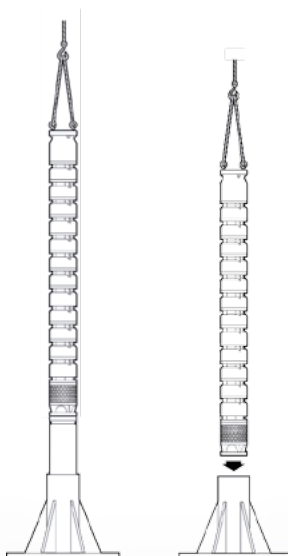

Figura 2: Elevação do produto.
- Quando içar e posicionar o bombeador/motor, certifique-se de sua estabilidade antes de soltar o equipamento de elevação conforme exemplo na figura 2.